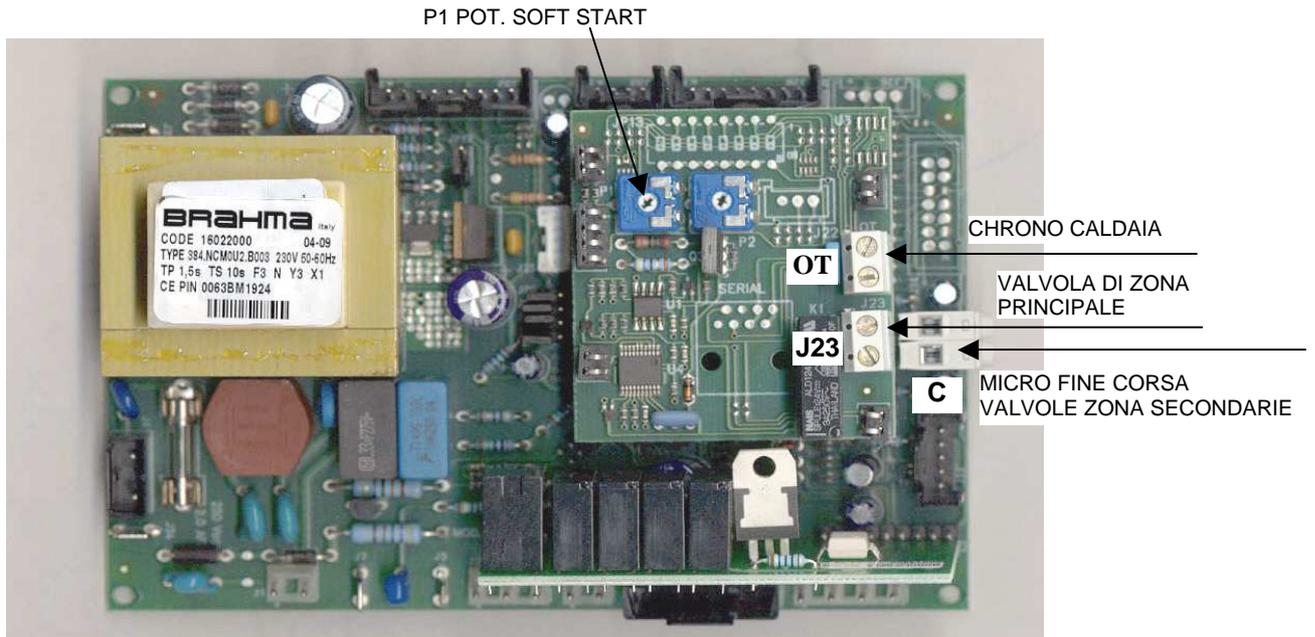

Figura 2-53
- collegare il Cronotermostato al cavo uscente della caldaia Figura 2-53 **Il cavo di collegamento non ha polarità.**